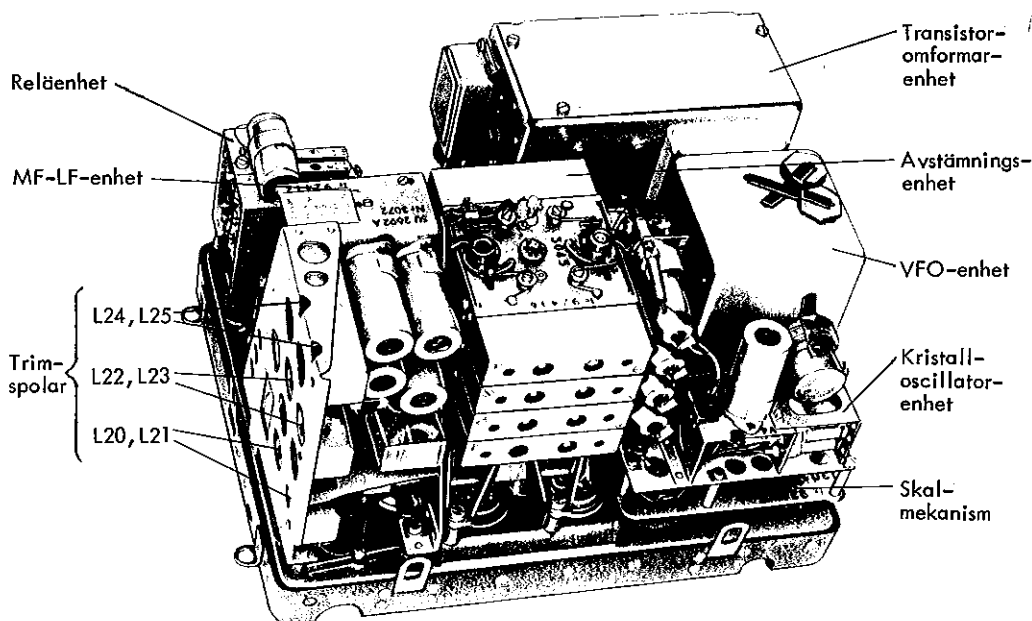

Bild 3. Mottagaren uttagen ur lådan
Mottagaren består av följande huvuddelar: (bild 3 och 4)
- frontpanel (vänd nedåt på bild 3 och 4)